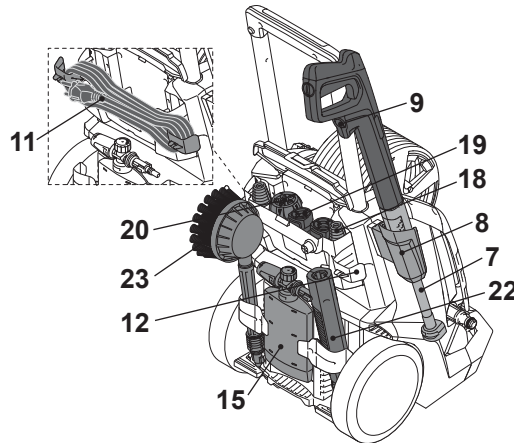

Fig. 17
Use o suporte da pistola de pulverização superior (8) para armazenar a pistola de pulverização (9) e a lança de extensão (7) (Fig. 17).
Acessórios (tanque de sabão (15), bico rotativo (18), adaptador de bico rotativo (19), 5 pol. 1 bico (20), lança de extensão curta (22), escova rotativa (23)) podem ser armazenados no parte traseira do produto. (Fig. 17).